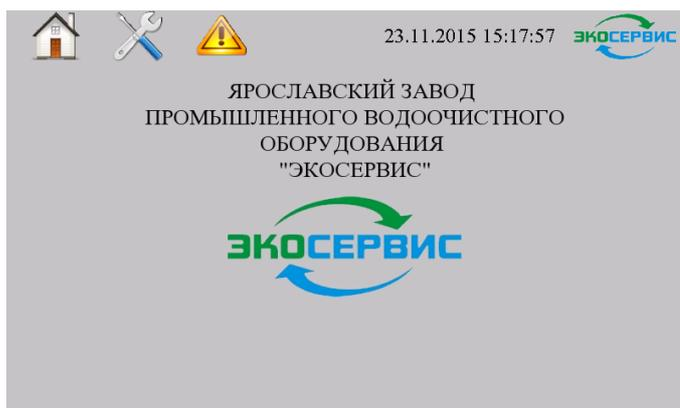

Рис.7.1. Экран приветствия
7.3. При подаче напряжения на пульт управления автоматически происходит загрузка ПЛК и ПО. На дисплее ПО появляется «экран приветствия» (рис.7.1.).
Для перехода в рабочий режим – нажать кнопку «Дом» (см. рис. 7.1).
7.9. Настройка текущей даты и времени производится в экране настроек. Для перехода в экран настроек следует нажать кнопку «Настройки» (см. рис. 7.1).